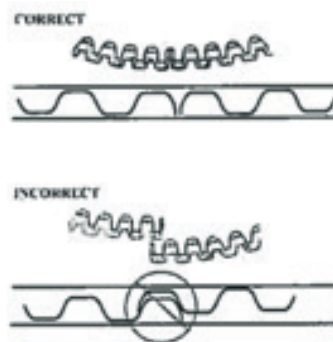

imagen 2
1. El rascador de aceite se compone de 3 elementos: un segmento, un muelle y un segundo segmento. Lo mas importante es que los extremos del muelle no se sobrepongan (imagen 2).